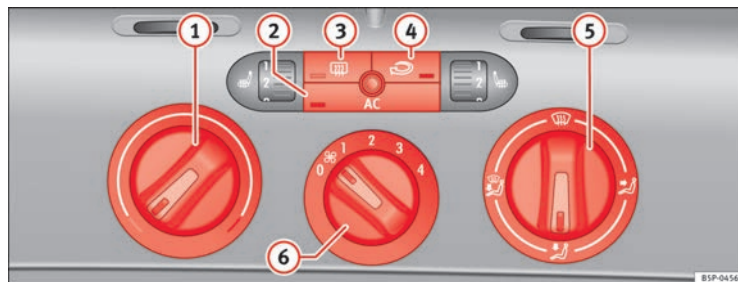

Fig. 130 Sur la planche de bord : éléments de commande du Climatic
- Les régulateurs ⇒ fig. 130 ① et ⑤ et la commande ⑥ permettent de régler la température, la répartition de l'air et la vitesse de la soufflante.
- Appuyez sur l'un des boutons ②, ③ ou ④ pour activer ou désactiver la fonction correspondante. Quand la fonction est activée, le rectangle situé sur le coin inférieur du bouton s'allume.
① Régulateur de température ⇒ page 167
② Touche **AC** – Allumer ou éteindre le système de refroidissement ⇒ page 167
- ③ Touche – Dégivrage de lunette arrière. Cette fonction s'arrête automatiquement 20 minutes environ après son activation. Vous pouvez la désactiver plus tôt en appuyant sur le bouton.
- ④ Touche – Recyclage de l'air ambiant ⇒ page 169
- ⑤ Régulateur de répartition de l'air ⇒ page 167
- ⑥ Commande de soufflante. Le débit d'air peut être réglé sur quatre vitesses. Lorsque le véhicule roule lentement, laissez toujours tourner la soufflante à basse vitesse.
- Mettez le climatiseur en marche à l'aide du bouton ⇒ fig. 130 .